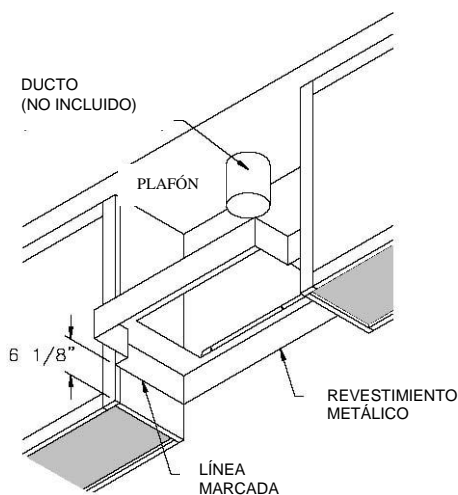

Figura 3
B. Instalación: Revestimiento metálico – en forma de T, Figura 3
2. Levante el revestimiento metálico de manera que el borde inferior del revestimiento esté nivelado con las líneas marcadas. Use cuatro los (4) tornillos #8 x 1/2" (provistos) para sujetar el revestimiento a los gabinetes adyacentes a través de los hoyos preperforados en el revestimiento. (Si el revestimiento metálico no queda parejo con las paredes del gabinete, puede ser necesario usar una pieza de relleno para evitar que el revestimiento se arquee.) Localice los montantes y coloque los dos tornillos #8 x 1 1/4" (provistos) en la parte posterior del revestimiento.